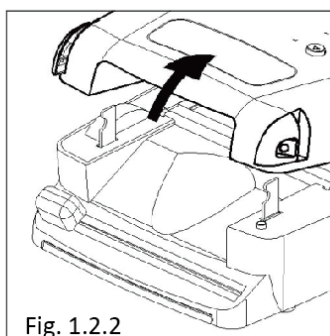

Fig. 1.2.2
1.2.2 Otevřete horní kryt (Fig. 1.2.2)